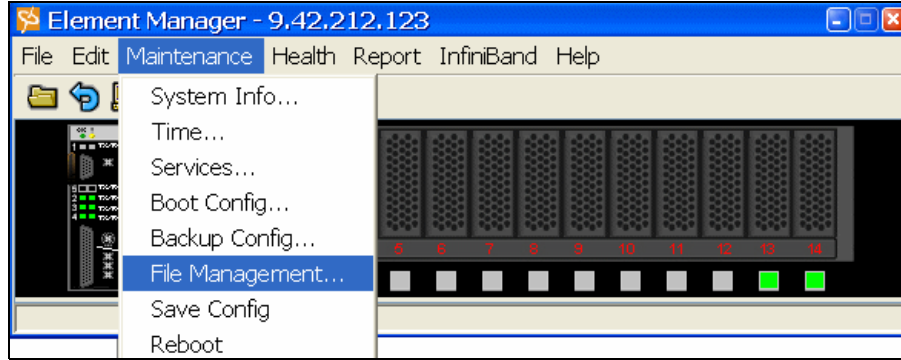

図 7-17 Element Manager: Maintenance
2. 図 7-17 に表示されているように「Maintenance」 → 「File Management」をクリックする。